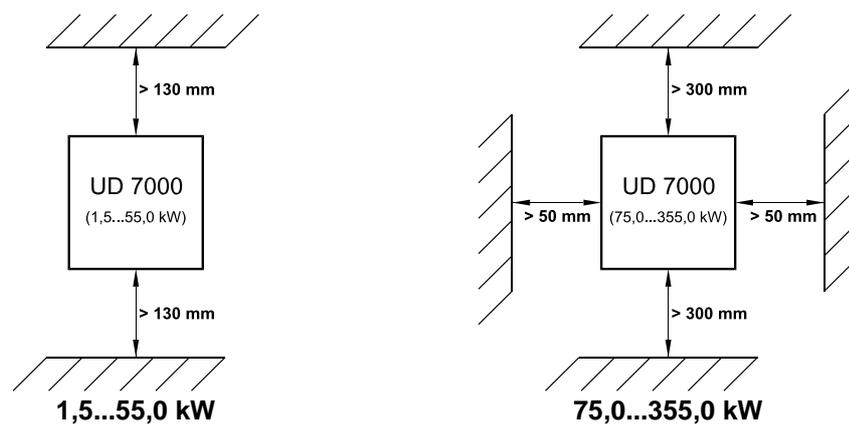

Abbildung 2.1
- Der UD-Umrichter erzeugt Wärme, so dass um das Gerät herum ausreichend Platz zur Verfügung stehen muss (siehe Abbildung 2.1). Nur die Inverter der Baugröße II...V sind aneinanderreihbar. Falls das Gerät zusammen mit einem anderen Gerät in einem Gehäuse untergebracht wird, müssen die vorgeschriebenen Mindestabstände eingehalten werden, um eine entsprechende Belüftung zu gewährleisten.